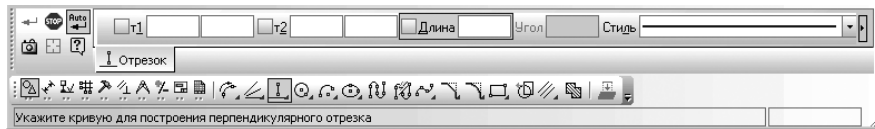

Рис. 8.79. **Панель свойств: Перпендикулярный отрезок, Компактная панель** с нажатой кнопкой  **Перпендикулярный отрезок** и строка сообщений
**Панель свойств: Перпендикулярный отрезок, Компактная панель** с нажатой кнопкой  **Перпендикулярный отрезок** и строка сообщений показаны на рис. 8.79.